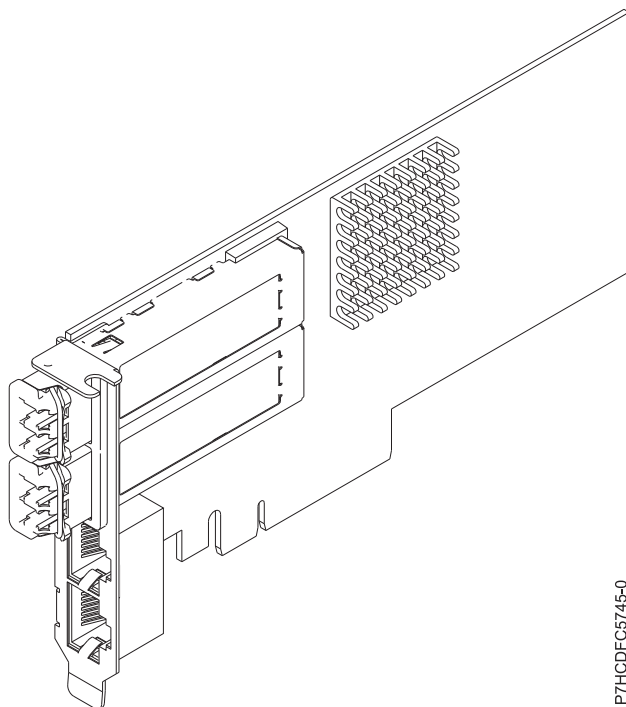

図 45. FC EN0J アダプター
この 4 ポート付きアダプターは、2 個の 10 Gb FCoE SR スモール・フォーム・ファクター・プラグ可能 (SFP+) ポートおよび 2 個の 1 Gb RJ45 イーサネット・ポートを提供します。2 個の 10 Gb FCoE ポートは、リトル・コネクタ (LC) タイプのコネクタによって接続されます。各 FCoE ポートは公称データ速度 10 Gbps (G ビット/秒) のイーサネット接続を提供します。各 1 Gb ポートは、データ速度 1 Gbps でイーサネット接続を提供し、イーサネット・ケーブルによって接続されます。10 Mb データ速度はサポートされません。159 ページの図 45 は、FC EN0J アダプターを示しています。